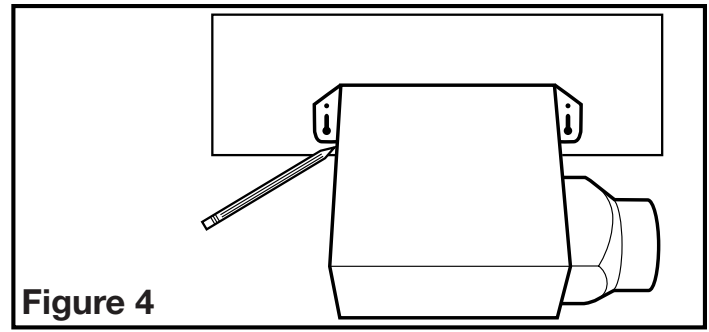

Figure 4
1. Positionner le cabinet contre la solive ou le montant et tracer le contour du cabinet sur le matériau du mur / plafond (**Figure 4**). Mettre le cabinet de côté et découper l'ouverture, en prenant bien soin de ne pas couper ou endommager d'utilité électrique ou dissimulée. Placer le cabinet près de la solive ou du montant et vous assurer qu'il soit à effleurement avec le plafond fini ou avec le mur. Fixer avec quatre clous (non-fournis) pour assurer une installation adéquate (**Figure 3**).